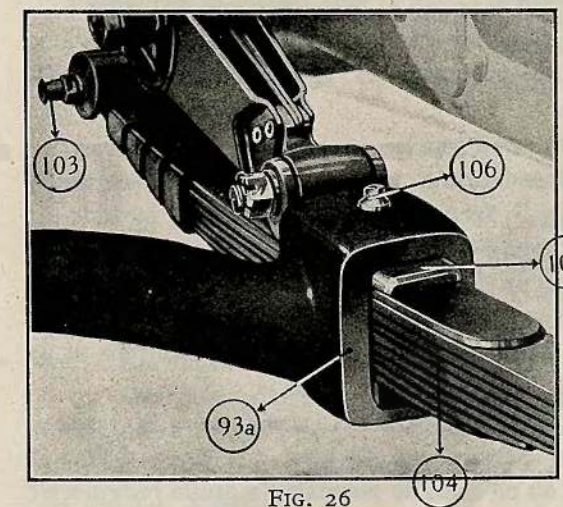

FIG. 26
La figure 26 montre le ressort avant-gauche (104) qui